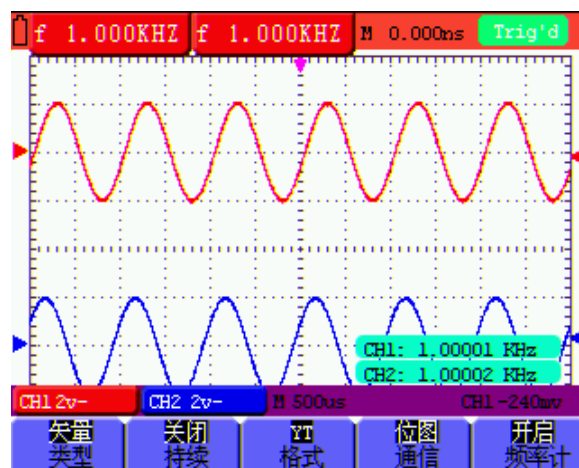

图 48 开启频率计功能
3. 按 **F5** 键，可以打开或关闭频率计。如图 48 所示。